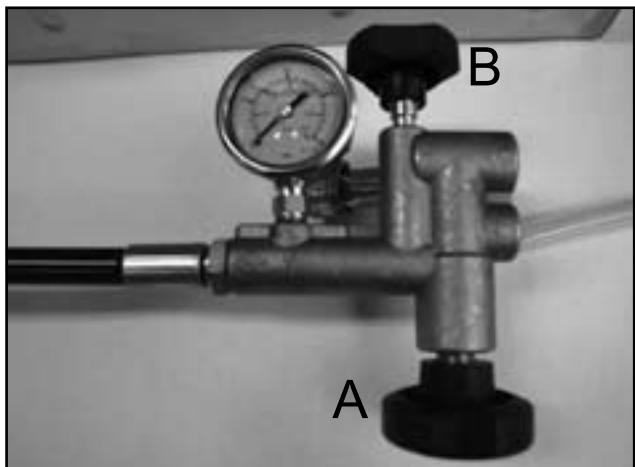

Fig. 3
- Открыть вентиль (a) и вентиль (b) (см. рис. 3) примерно на 1 оборот.